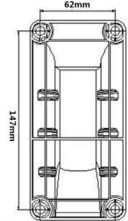

Fig.2
3. Prenda o consolo de montagem como modelo, marque a posição de cada um e faça quatro furos na parede (Fig. 2)